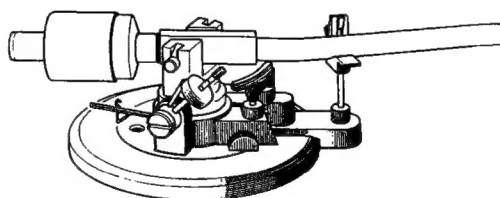

Fig. 10
2. Assurez-vous que la tige anti-skating est fixée dans son ressort de blocage (fig. 10). Retirez le bras de lecture de son support.
2. Kontrollieren, ob der Ausleger der Antiskating-Vorrichtung mit der Zugfeder verbunden ist (siehe Fig. 10). Dann den Tonarm von der Stütze abheben.
2. Zorg ervoor dat het dwarsdrukgewichtje aan de veer zit. Maak de toonarm los van de steun (fig. 10).
2. Se till att anti-skatingpinnen sitter fast vid fjädern (fig. 10). Lossa tonarmen från armhållaren.